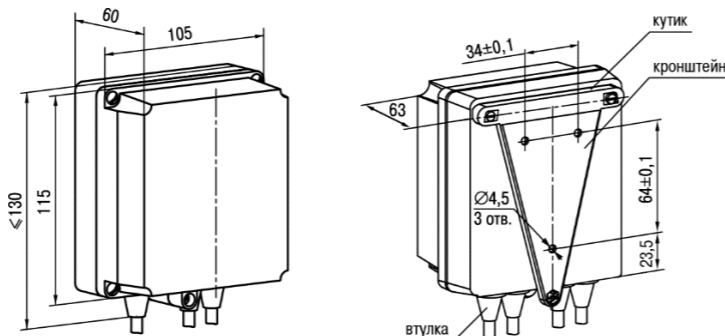

Рисунок 2 – Габаритні розміри корпусу Н
1. Закріпити кронштейн трьома гвинтами М4 × 20 на поверхні, що призначена для встановлення пристрою (див. *рисунок 2*).